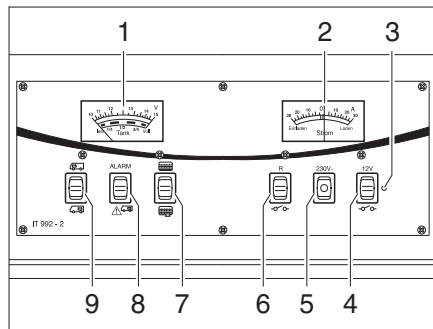

Fig. 197 Panneau de contrôle IT 992
Observer sur l'indicateur de charge/de niveau de réservoir (Fig. 197,1), la graduation supérieure. L'indicateur s'éclaire automatiquement dès qu'un commutateur est actionné.
- Commutateur à bascule (Fig. 197,9) vers le haut "☰" : La tension de la batterie de démarrage est affichée.
- Commutateur à bascule (Fig. 197,9) vers le bas "☷" : La tension de la batterie de cellule est affichée.
Observer sur l'indicateur de charge/de niveau de réservoir (Fig. 197,1) la graduation inférieure. L'indicateur s'éclaire automatiquement dès qu'un commutateur est actionné.
- Commutateur à bascule (Fig. 197,7) vers le haut  : Le niveau du réservoir d'eau est affiché.
- Commutateur à bascule (Fig. 197,7) vers le bas  : Le niveau du réservoir d'eaux usées est affiché.
Le voyant d'alerte rouge ALARME (Fig. 197,8) clignote dès que la charge de la batterie de cellule descend en dessous de 11 V (mesurée en marche) et qu'il y a risque de décharge profonde des batteries.
Cet indicateur (Fig. 197,2) permet de visualiser en permanence le flux de courant actuel de la batterie. L'indicateur s'éclaire automatiquement dès qu'un commutateur est actionné.
L'interrupteur principal 12 V (Fig. 197,4) établit ou coupe le panneau de contrôle et l'alimentation 12 V de la cellule.
Mise en marche : ■ Commutateur à bascule (Fig. 197,4) vers le haut "  " : L'alimentation 12 V de la cellule est assurée. Le voyant de contrôle (Fig. 197,3) s'allume en vert.
Mise hors service : ■ Commutateur à bascule (Fig. 197,4) vers le bas "  " : L'alimentation 12 V de la cellule est coupée. Le voyant de contrôle (Fig. 197,3) s'éteint.
Le voyant de contrôle 12 V (Fig. 197,3) s'allume dès que l'interrupteur principal 12 V (Fig. 197,4) est enclenché.
Le voyant de contrôle jaune 230 V (Fig. 197,5) s'allume si l'arrivée du bloc électrique est sous tension de réseau.
Mise en service : ■ Pousser le commutateur à bascule (Fig. 197,6) vers le haut: le circulateur est mis en service.
Mise hors service : ■ Pousser le commutateur à bascule (Fig. 197,6) vers le bas "  " : le circulateur est désactivé.